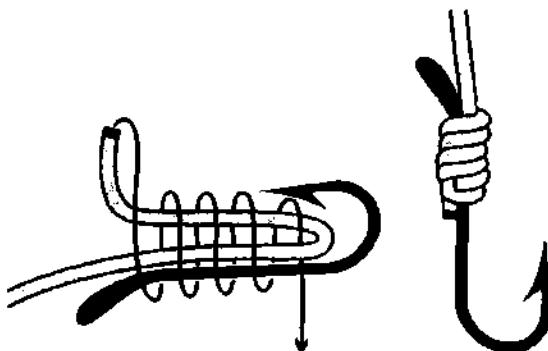

Рис. 746. Удавка.
**Лососевый узел** – один из самых надёжных старинных рыболовных узлов (рис. 736). Этим узлом можно привязывать крючок и с ушком и с лопatkой (рис. 746). **Лососевый узел** – это *спиннинговый узел*, завязанный не на ушке, а на цевье крючка. С помощью лососевого узла можно привязывать и большие и маленькие крючки. **Лососевым узлом** удобно привязывать и мормышки, так как узел очень быстро вяжется, и на морозе руки не успевают замёрзнуть. Вокруг цевья крючка кладётся от 4 до 6 шлагов.
**Удавку** можно вязать на крючках с лопаткой и с ушком (рис. 746). Если этот узел завязать на крючке с ушком на цевье – узел называется **лососевый узел**, а если на основной леске – **спиннинговый узел**. У рыбаков это самый распространённый способ завязывания крючков с лопаткой. Узел просто и быстро вяжется и безотказно держит. Вокруг цевья кладётся от 4 до 10 шлагов. Узел пригоден как для монофильных, так и для плетёных лесок.